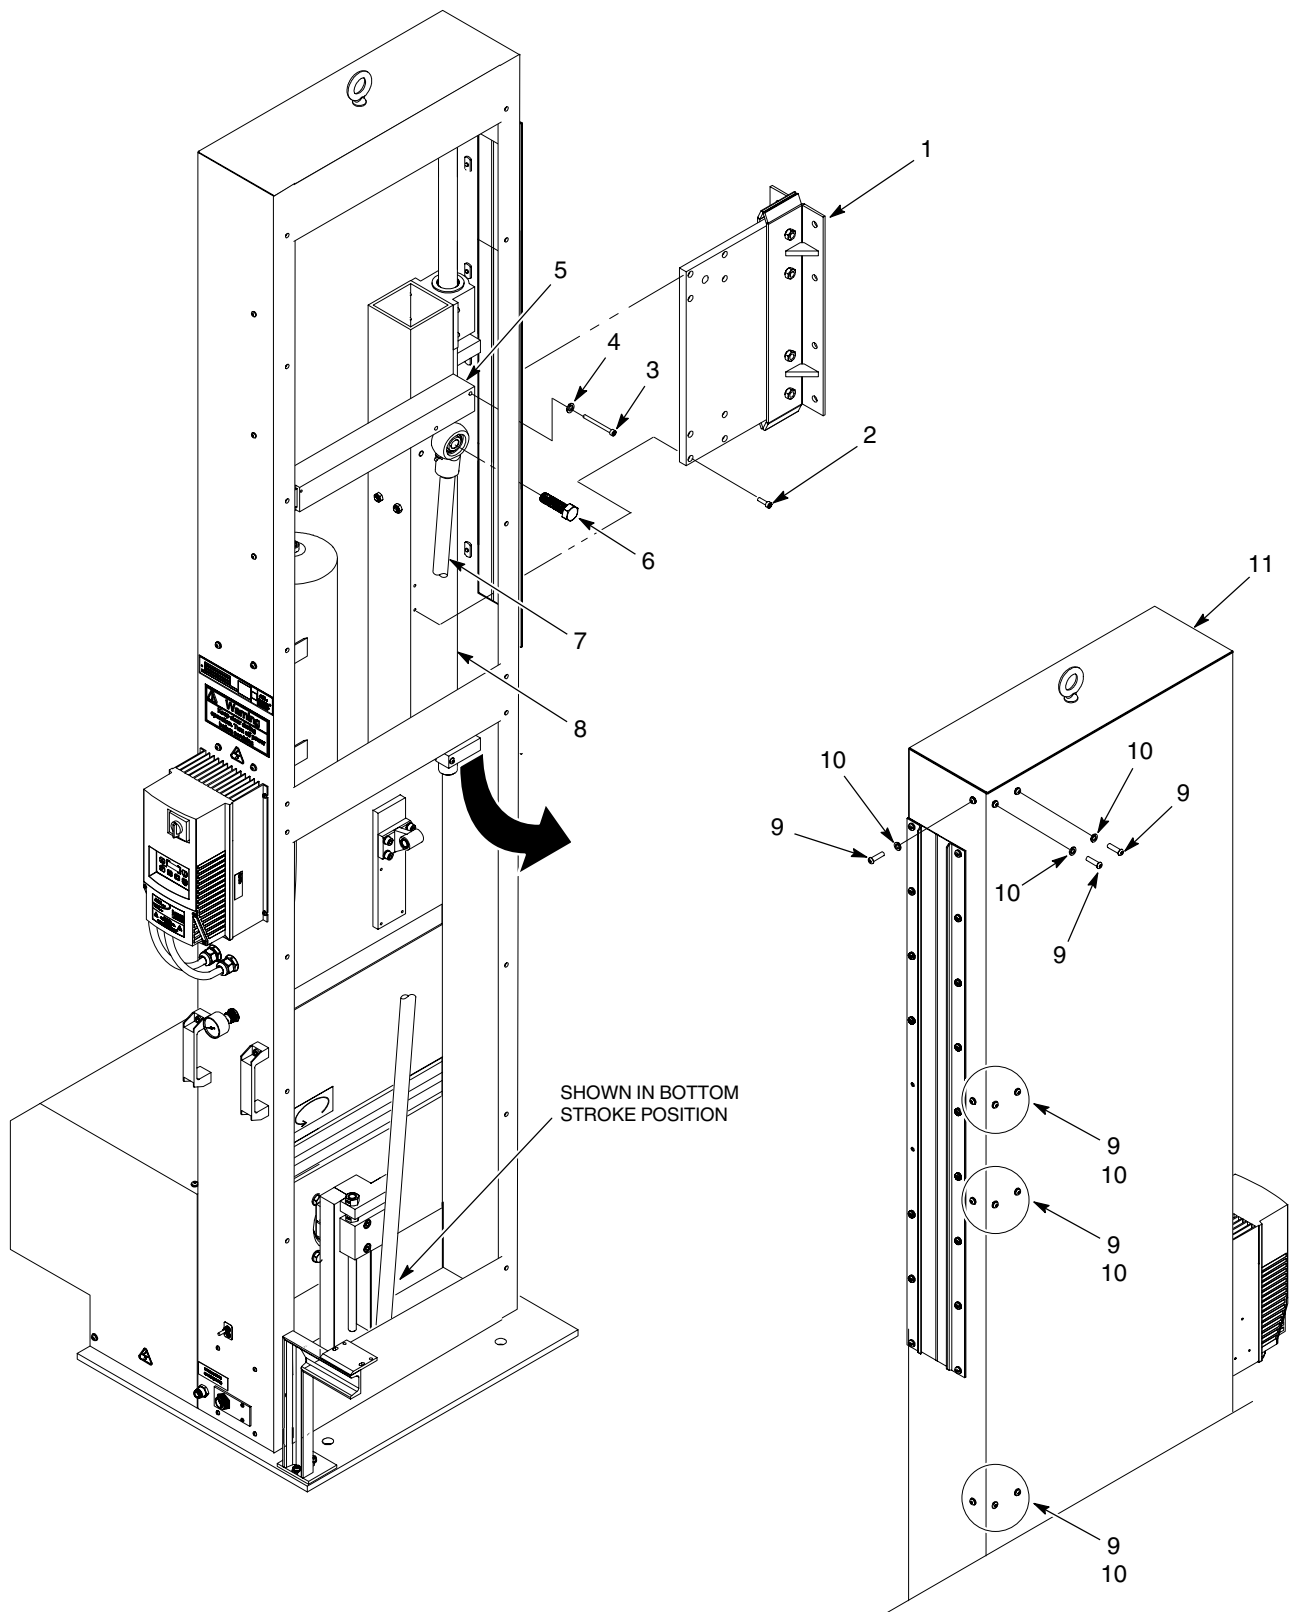

Рис. 16 Снятие узла подшипников
1. См. рис. 16. Вывернуть винты (4) и снять стопорные шайбы (3) крепления штанги стабилизатора (5) на монтажной трубке подшипников (8). Снять штангу стабилизатора.